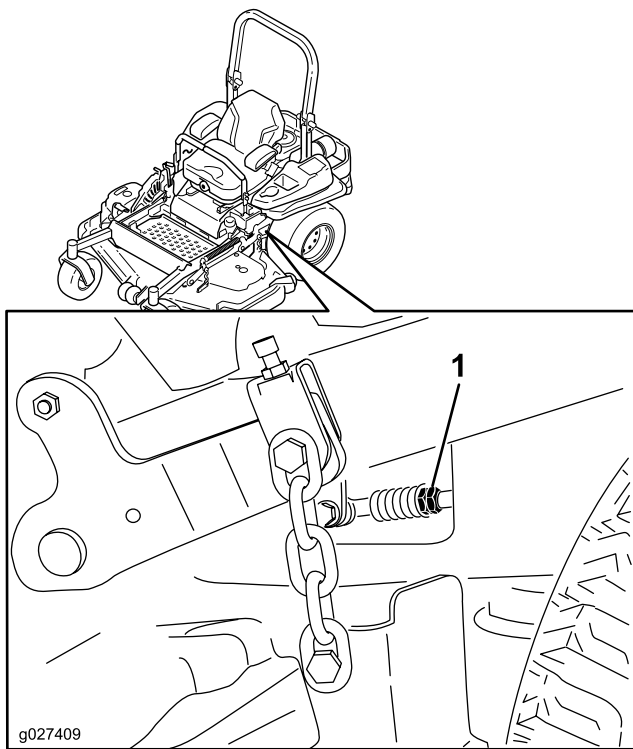

Figura 100
10. Ajuste la longitud de las varillas de control de las bombas girando las tuercas dobles de la varilla en el sentido apropiado, hasta que las ruedas se muevan ligeramente en marcha atrás (Figura 100).